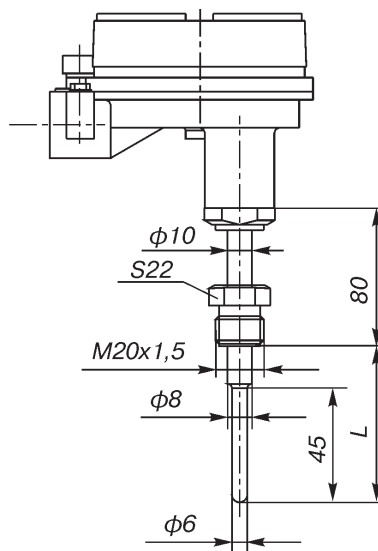

Рис. 24 (ост.см.рис.4)
- 24¹⁾ по рис.24 (только Метран-286-Exd)